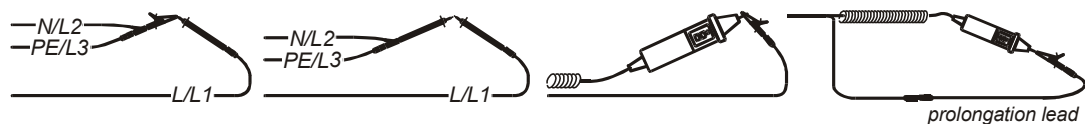

Figure 5.13: Cordons de mesure court-circuités
- ❑ **Connectez** le câble d'essai à l'instrument et court-circuitez les fils d'essai (voir figure 5.13).